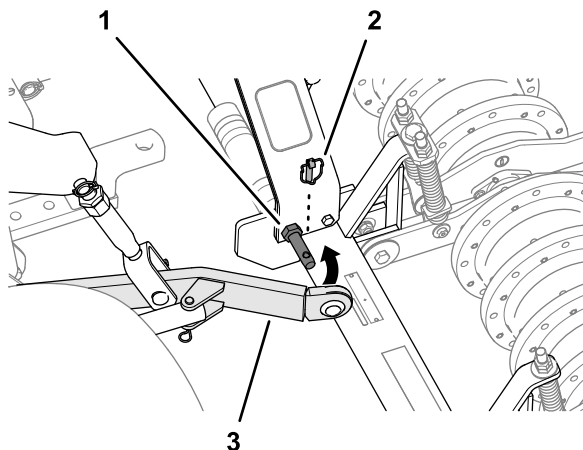

Рисунок 17
4. Расположите аэратор таким образом, чтобы рычаги нижней тяги тягового блока были совмещены со штифтами подъемных рычагов аэратора (**Рисунок 17**).
5. Прикрепите рычаги нижних тяг к штифтам подъемных рычагов и зафиксируйте рычаги с помощью шплинтов с кольцами (**Рисунок 17**).